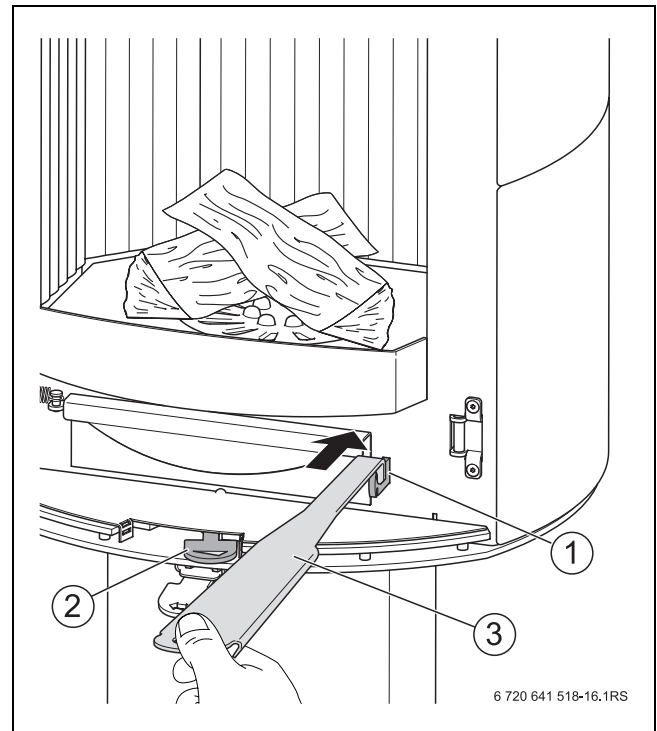

Рис. 6 Заслонка воздуха для горения и заслонка решётки
- ▶ Для выдвижения заслонки решётки используйте «холодную ручку» (→ рис. 6 [3], стр. 10).